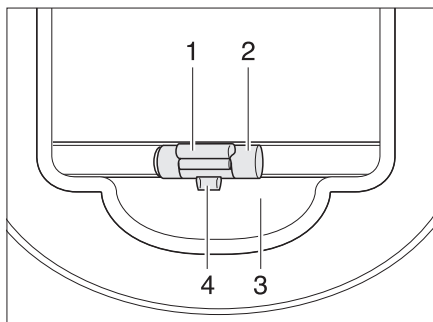

Fig. 27 Persiana oscurecedora enrollable
- Cerrar:* ■ Tirar del asidero (Fig. 27,2) de la persiana oscurecedora enrollable hacia abajo y dejar que engatille.
- Abrir:* ■ Tirar del asidero (Fig. 27,2) de la persiana oscurecedora enrollable ligeramente hacia abajo y presionar el listón de desbloqueo (Fig. 27,1) hacia fuera. El bloqueo (Fig. 27,4) se libera del alojamiento (Fig. 27,3).